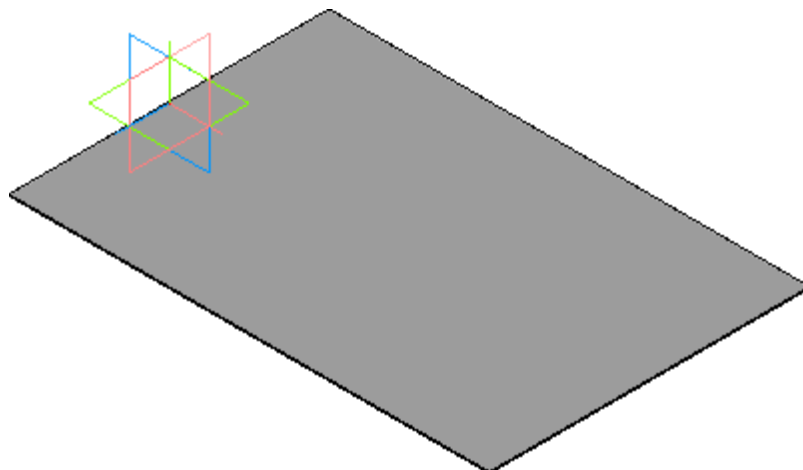

Рисунок 7.
- Нажмите кнопку Создать объект  — в окне модели будет построено листовое тело (рис. 7).